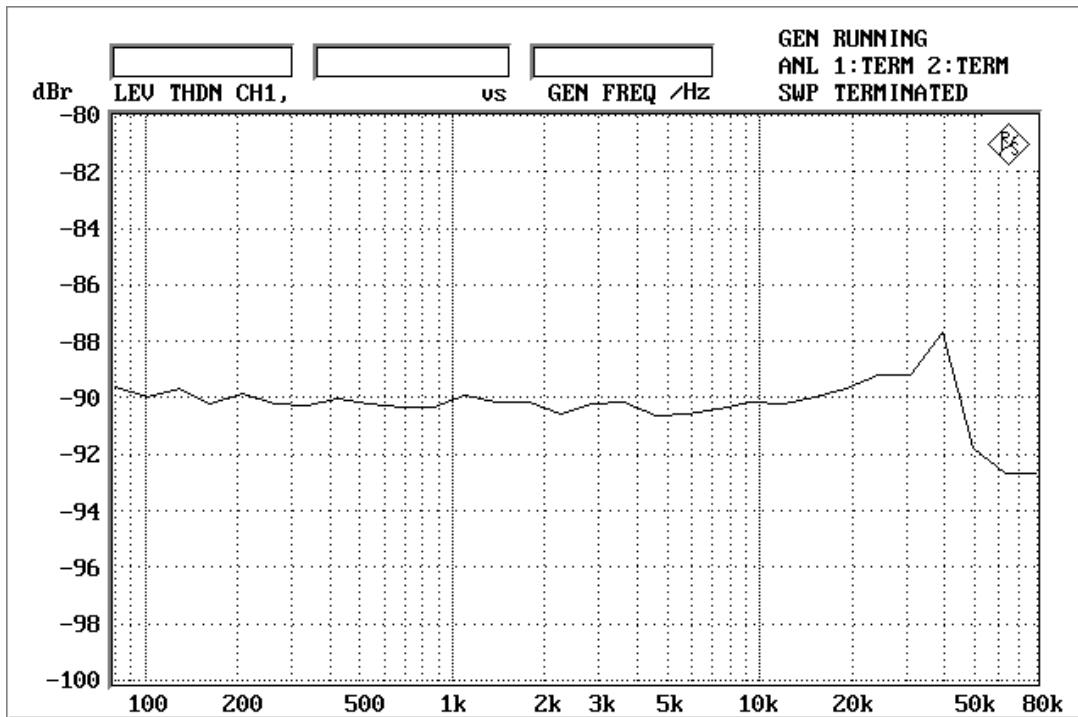

Figure 20. THD+N vs fin (fs=192kHz; 0dBFS input)
- Figure 20. THD+N vs fin (0dBFS input)